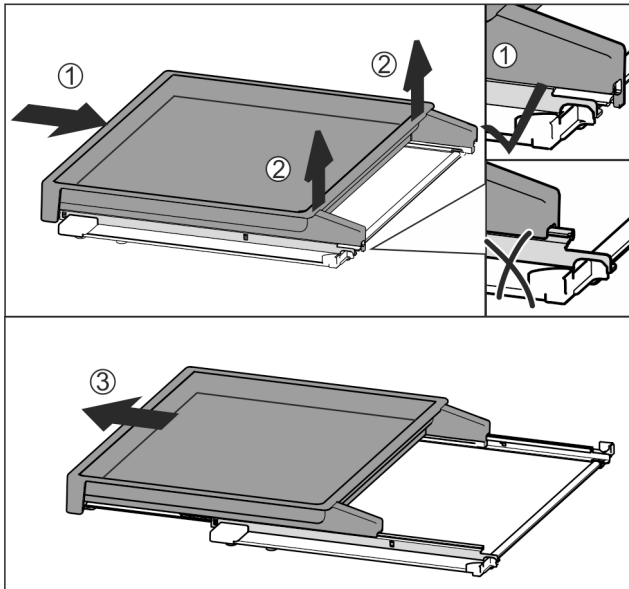

Fig. 109
- Introduzca por completo el estante extraíble Fig. 109 (1).
- Suelte el enganche en el lado trasero Fig. 109 (2).
- Retire el estante extraíble hacia delante Fig. 109 (3).